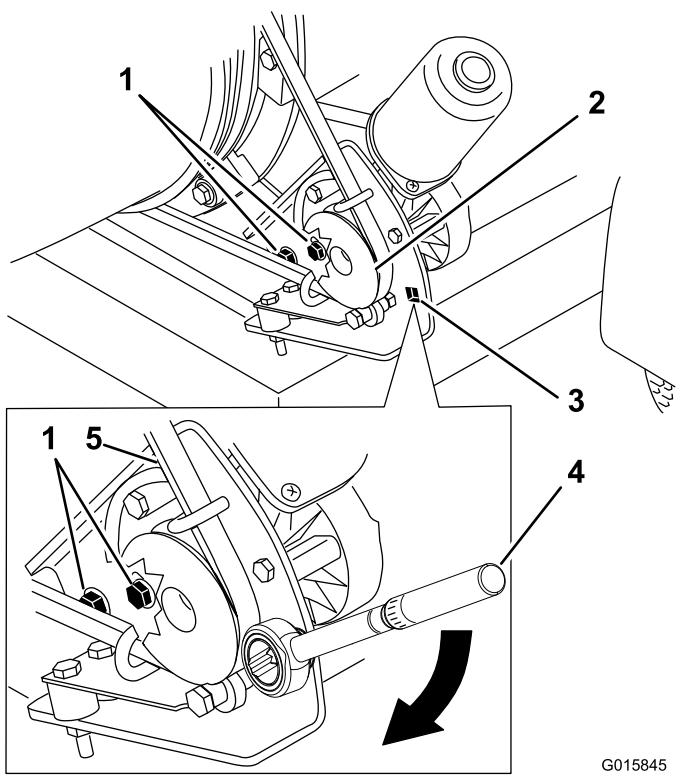

Рисунок 33
- Ослабьте болты крепления монтажного кронштейна шкива к раме воздуховодки (Рисунок 33).
- Установите динамометрический ключ на монтажном кронштейне шкива (Рисунок 33).
3. Отверните монтажный кронштейн шкива от сопла так, чтобы показание динамометрического ключа стало равным 22,6 – 26,0 Н·м (Рисунок 33).